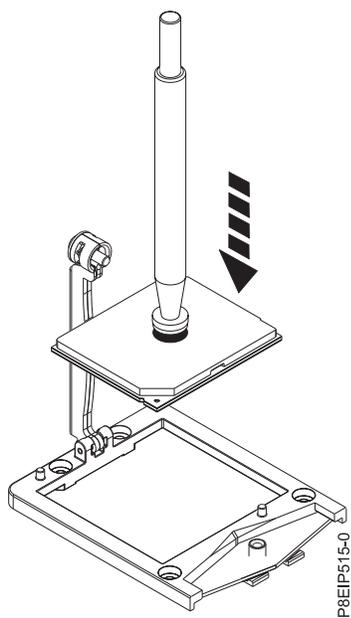

図 83. プロセッサをソケットに下ろす
- a. ペンとシステム・プロセッサ・モジュールをソケットの上を下ろします (図 83 を参照)。プロセッサの斜めになっている角を、ソケットの斜めになっている角に位置合わせします。プロセッサを傾けないように注意して、ツールを水平に下ろします。